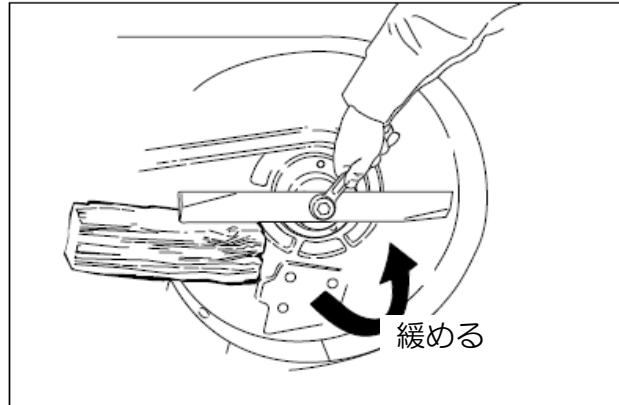

図 24 ブレードの取り外し
2. 研磨するために、ブレードを外します。図 24 のように、木のブロックを使用して、ブレードの回転を押さえます。ブレード取付スクリューを取り外してください。